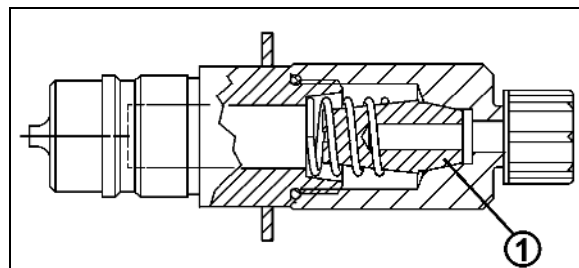

图 167
如果不是这样，解锁摆动补偿功能，用平衡配重（图 167/1）调整展开的喷杆。在悬臂的适当位置固定平衡配重。
1. 拧开固定接板（图 167/3）的螺栓（图 167/2）。通过固定接板的长孔直接在塑料卡爪（图 167/4）上对齐。
3. 拧紧螺栓（图 167/2）。